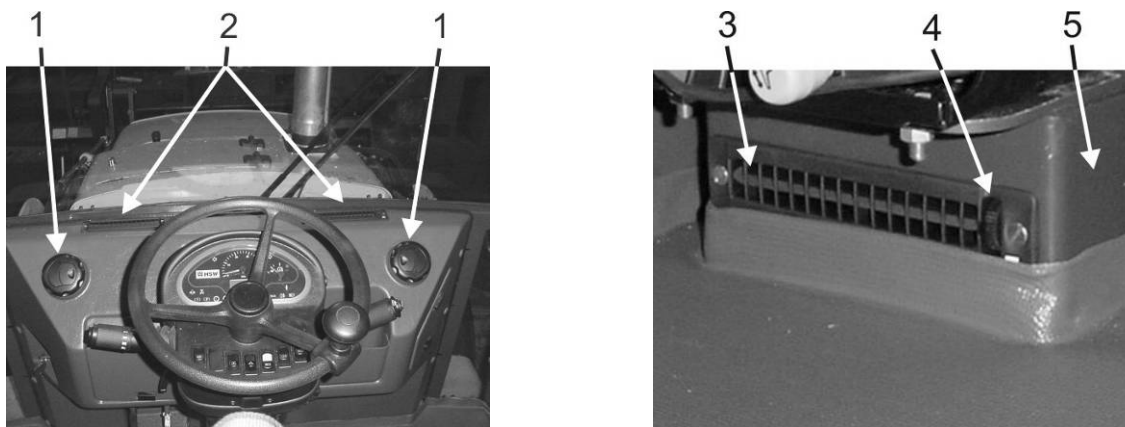

Рис. 4.15. Воздухозаборники, воздугонаправляющие сопла и щели системы вентиляции кабины
ЦИРКУЛЯЦИЯ ВОЗДУХА В КАБИНЕ (Рис. 4.15)
Регулирование циркуляции воздуха в кабине осуществляется через четыре сопла, размещенные в углах кабины. Передние сопла показаны на Рис. 4.15 (позиция 1). Эти сопла позволяют направлять поток воздуха в любом направлении по желанию оператора. На верхней поверхности главного пульта машины около переднего стекла имеются щели (2), через которые обеспечивается обдув воздухом переднего стекла для того, чтобы не допустить его запотевания или обмерзания. Два дополнительных сопла (3), установленные под креслом (сзади и впереди кресла), направляют поток воздуха на ноги оператора. Владеют кольцом регулирования обдува (4).